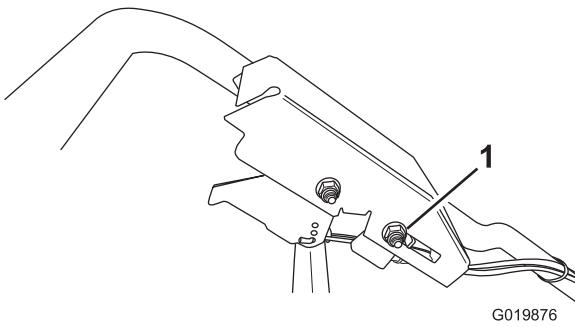

Figure 38
- Desserrez l'écrou du support de guidage du câble (Figure 38).